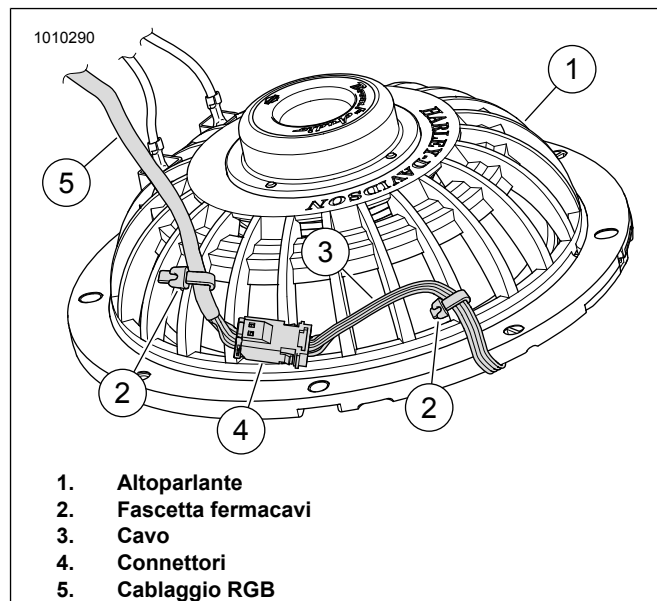

Figura 30. Retro dell'altoparlante, cavo e fascetta fermacavi
- a. Vedere la figura 30. Unire i connettori (4) dal dispositivo di illuminazione al cablaggio RGB.
- b. Disporre il filo del dispositivo di illuminazione (3) lungo la parte posteriore dell'altoparlante (1) come mostrato. Per stabilizzare i connettori (4), fissare il cavo del dispositivo di illuminazione (3) e il cavo RGB (5) con fascette fermacavi (2) come mostrato.